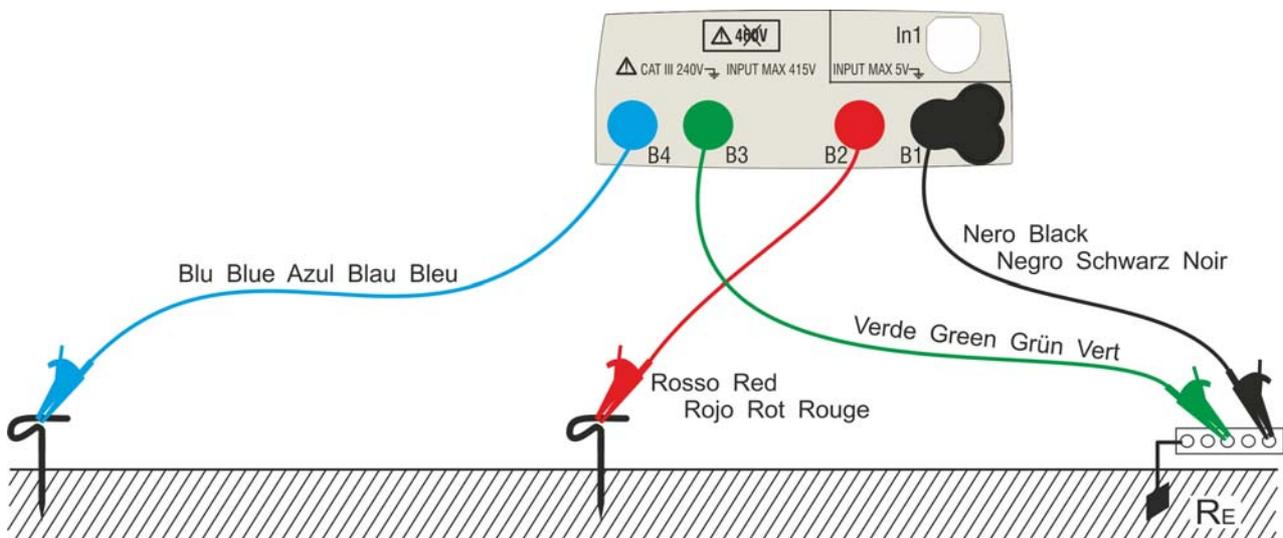
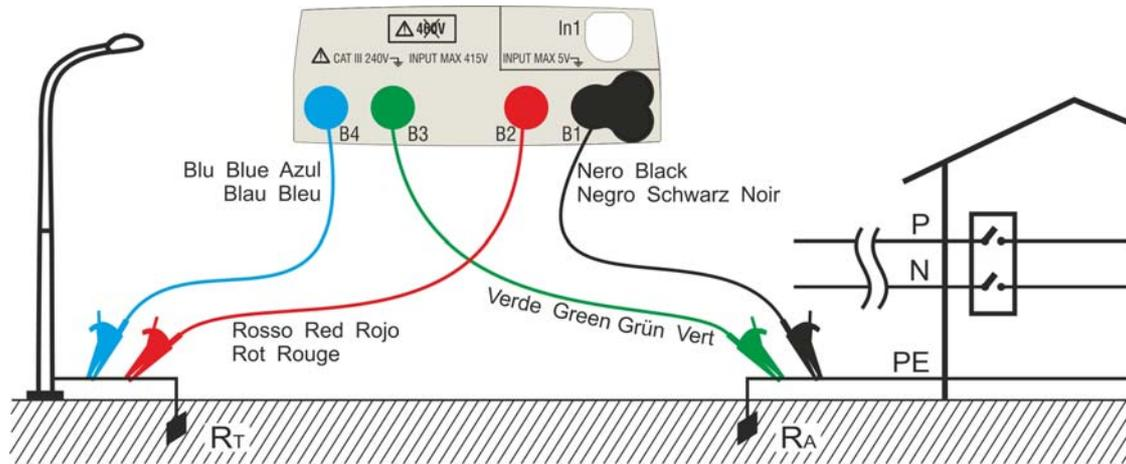
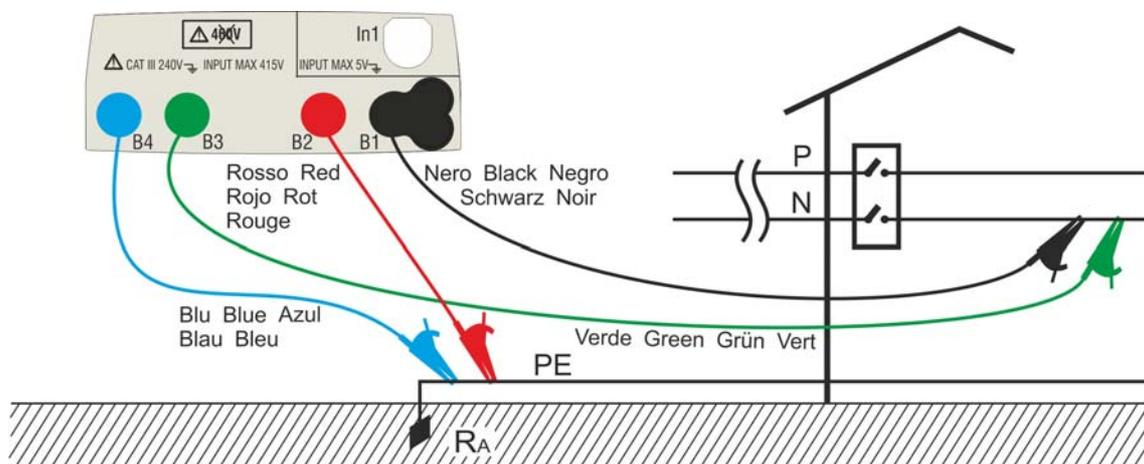
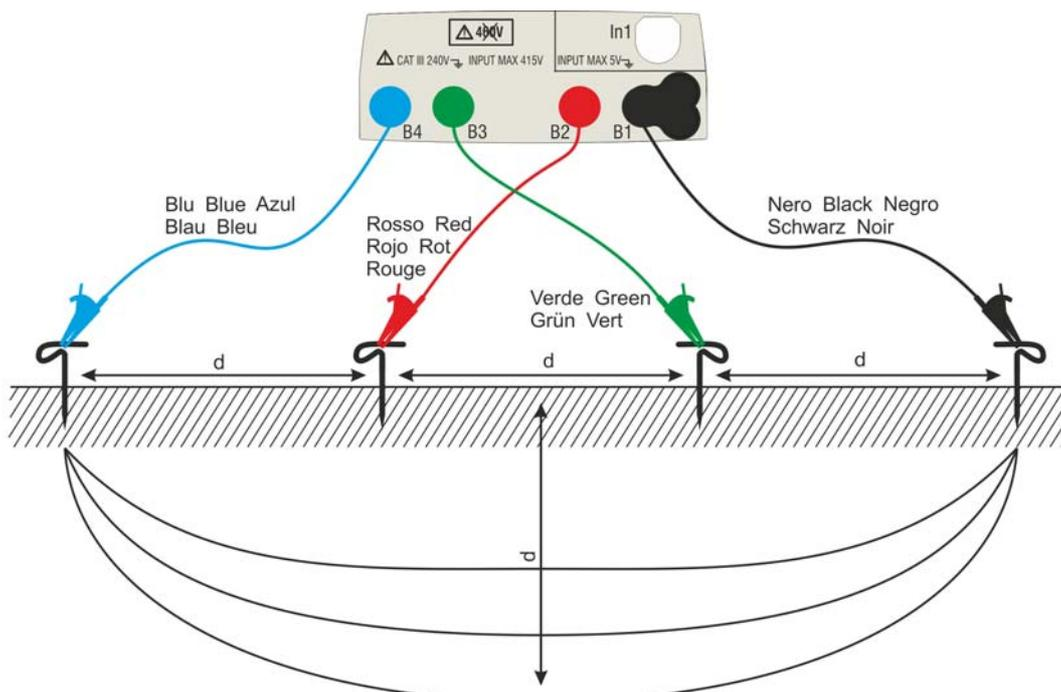

Fig. 26: Misura della resistenza di terra a 3 fili
Fig. 27: Misura della resistenza di terra a 2 fili con dispersore ausiliario
Fig. 28: Misura della resistenza di terra a 2 fili dal quadro di alimentazione
Fig. 29: Misura della resistività del terreno
- 12 Collegare i coccodrilli ai dispersori ausiliari ed all'impianto in esame in accordo alla Fig. 26, Fig. 27, Fig. 28 o Fig. 29